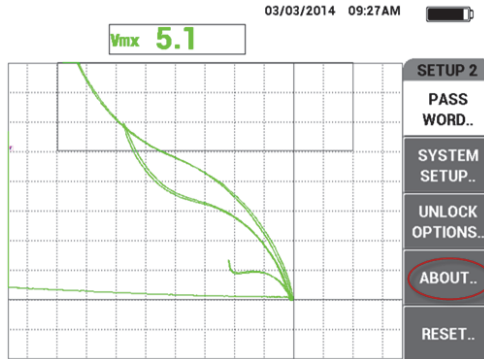

図 6-8 情報メニュー
3. D キーを押して、ABOUT (情報) メニューを開きます (311 ページの図 6-8 を参照)。